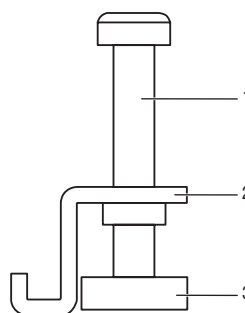

Figure 3.3 : Kit de matériel de fixation
- 2 Ayez les quatre kits de montage à portée de main. Chaque kit comprend une vis (1), un crochet (2) et un capuchon (3) comme illustré à la Figure 3.3 : Kit de matériel de fixation.